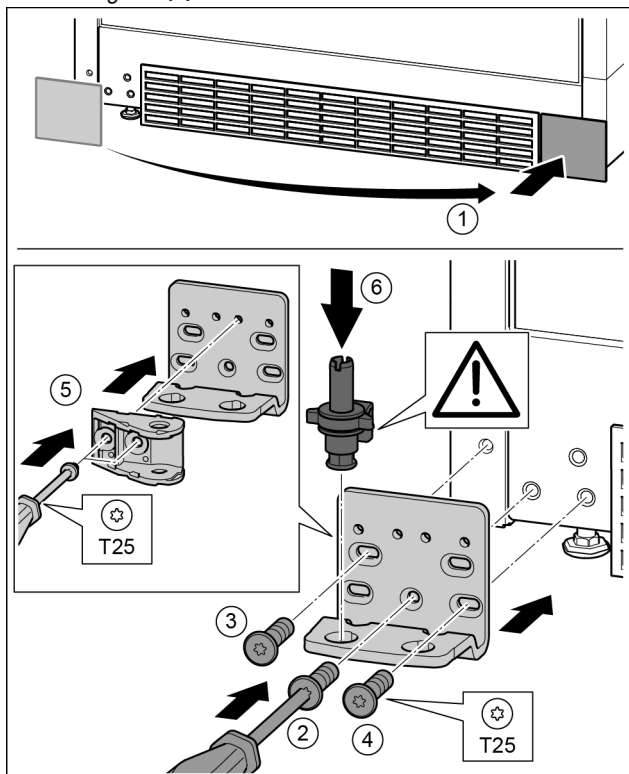

Fig. 31
- ▶ Свалете капака и го поставете от другата страна. Fig. 31 (1)
- ▶ Поставете лагерната стойка от другата страна и я завийте с помощта на отвертка T25. Започнете с винт 2 долу в средата. Fig. 31 (2)
- ▶ Затегнете винт 3 и 4. Fig. 31 (3, 4)
- ▶ Завъртете съединението на затварящия демпфер на 180°. От другата страна на лагерната стойка завийте с отвертка T25. Fig. 31 (5)
- ▶ Вкарайте изцяло лагерния болт. При това обърнете внимание на това, фиксиращата гърбица да сочи назад. Fig. 31 (6)